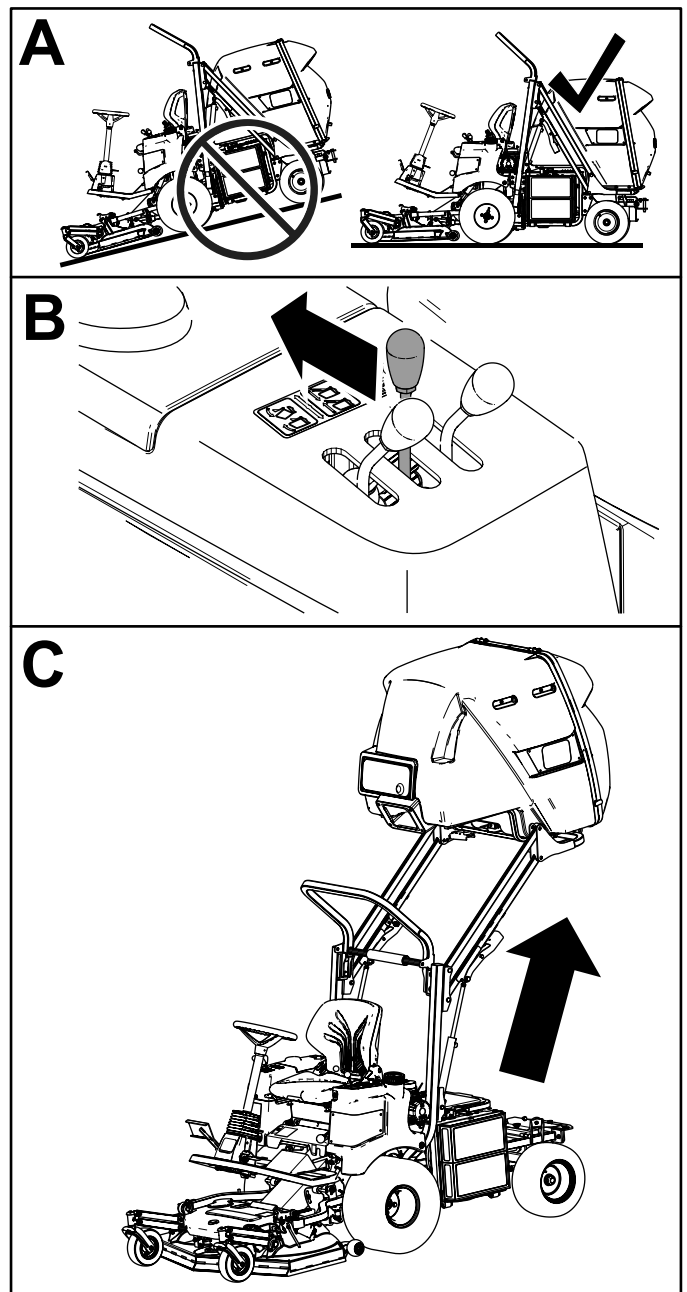

Figura 23
2. Mueva la palanca de elevación de la tolva hacia atrás para elevar la tolva (Figura 23).